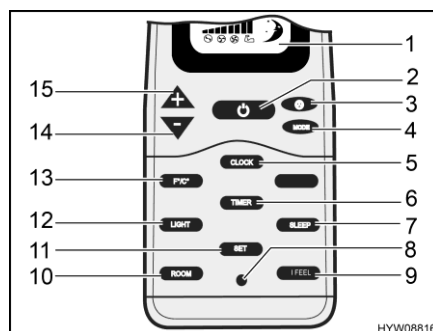
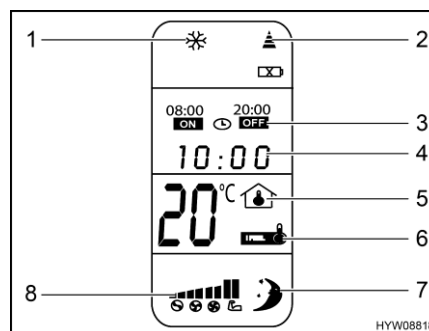

Fig. 82 Mando a distancia (instalación de aire acondicionado)
Fig. 83 Pantalla digital (mando a distancia)
- Si la instalación de aire acondicionado está ajustada en el modo STAND-BY: Pulsar la tecla On/Off (Fig. 82,2) en el mando a distancia.
- Pulsar la tecla On/Off (Fig. 82,2) en el mando a distancia. La instalación de aire acondicionado cambiará al modo STAND-BY.
- Pulsar la tecla Enviar (Fig. 82,11) en el mando a distancia. Los ajustes serán enviados en conjunto a la instalación de aire acondicionado y confirmados con una señal acústica.
- Pulsar la tecla Hora (Fig. 82,5) hasta que la visualización Hora (Fig. 83,4) esté parpadeando.
- Ajustar la hora actual con las teclas "+" (Fig. 82,15) y "-" (Fig. 82,14).